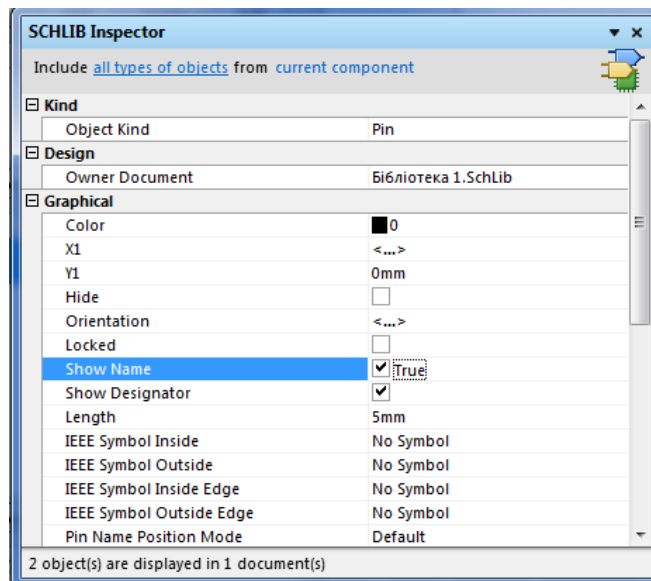

Рис. 2.6
6) Приховайте значення **Display Name** та **Designator**. Для цього натисканням лівої кнопки миші при затиснутій клавіші [**Shift**], оберіть обидва контакти та натисніть [**F11**]. У вікні, що відкрилось (Рис. 2.6) приберіть відмітки навпроти **Show Name** та **Show Designator** та закрийте вікно.